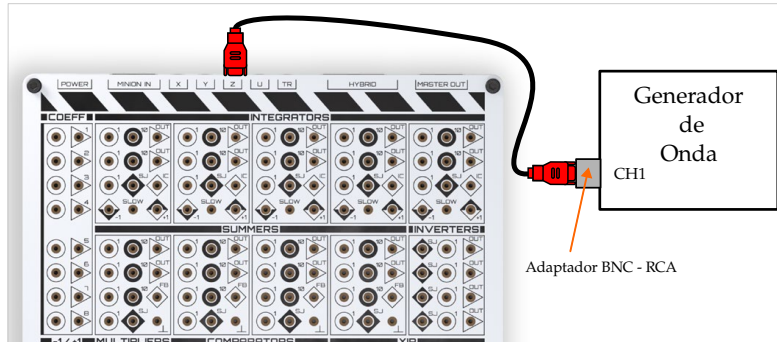

Figura 3: Conexión del generador de ondas.
- a) Conecte el generador de ondas a la entrada Z como se muestra en la figura 3, usando el adaptador BNC-RCA provisto.